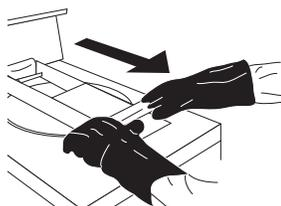

ILUSTRACIÓN 10
- A. Coloque ambas manos en el mango para bajar la tapa (Ilustración 10).